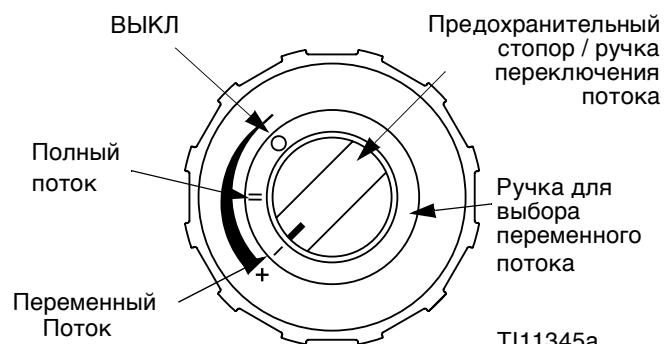

Рис. 27
- Поверните рукоятку выбора потока в положение изменяемого потока. Смотрите Рис. 27.
- ВЫКЛЮЧИТЕ воздушный клапан (W).
Для распыления с меньшим потоком нажмите и поверните рукоятку выбора потока в нужное положение. Смотрите Рис. 27.
Для распыления с полным потоком нажмите и поверните рукоятку выбора потока в положение полного потока. Смотрите Рис. 27.
Ручка регулировки уровня потока не работает, если кнопка выбора находится в положении аварийной блокировки. Смотрите Рис. 27.
5. Откройте воздушный клапан и клапаны жидкости. Убедитесь, что ручка выбора потока установлена в положение переменного потока. Смотрите Рис. 27.